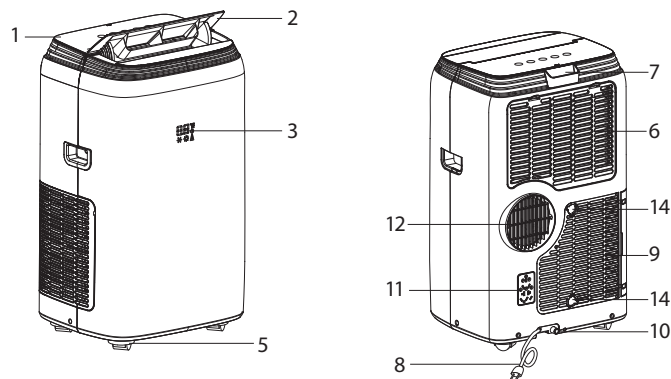

Рис. 1
Модели BPHS-08H, BPHS-11H, BPHS-13H, BPHS-15H (рис. 1)
* В режиме осушения при высоком уровне влажности, конденсат (вода) может скапливаться в поддоне для сбора конденсата. Для того, чтобы периодически не удалять конденсат через отверстие (п.8 рис. 1) можно подсоединить шланг для постоянного отвода конденсата (п.10 рис. 1). Через шланг конденсат (вода) будет постоянно сливаться в дренаж (специальную емкость либо канализацию).